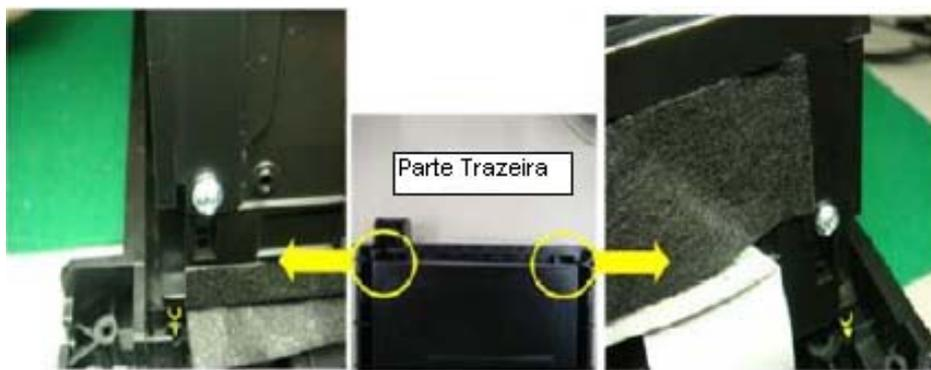

Fig. 3.9
2.5 Coloque o mecanismo de CD no gabinete do aparelho, tome cuidado para não dobrar o feltro 100 e 180 conforme explicado acima. (Fig. 3.9)